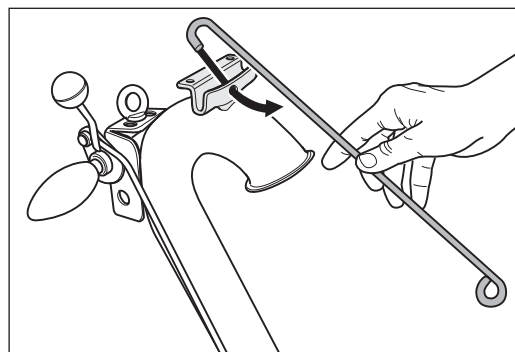

Abb. 5 Die Kabelstütze in die Halterung am Führungsrohr einhängen.
- 5 Montieren Sie die Kabelstütze in die Halterung an der Oberseite des Führungsrohrs (Abb. 5).